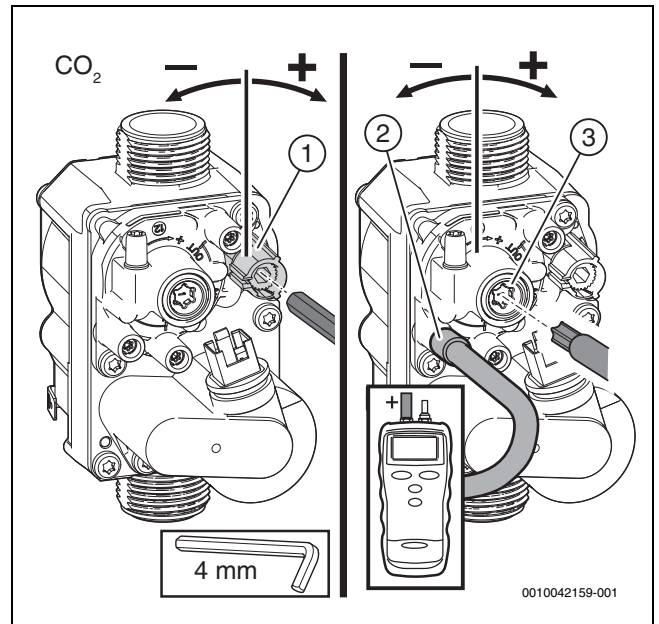

Bild 51 Einstellen der Gasarmatur
- ▶ Plombe an der Einstellschraube der Gasarmatur entfernen (nur Gasarmatur unten in Bild 51) und CO2- oder O2-Gehalt für minimale Nennwärmeleistung einstellen.